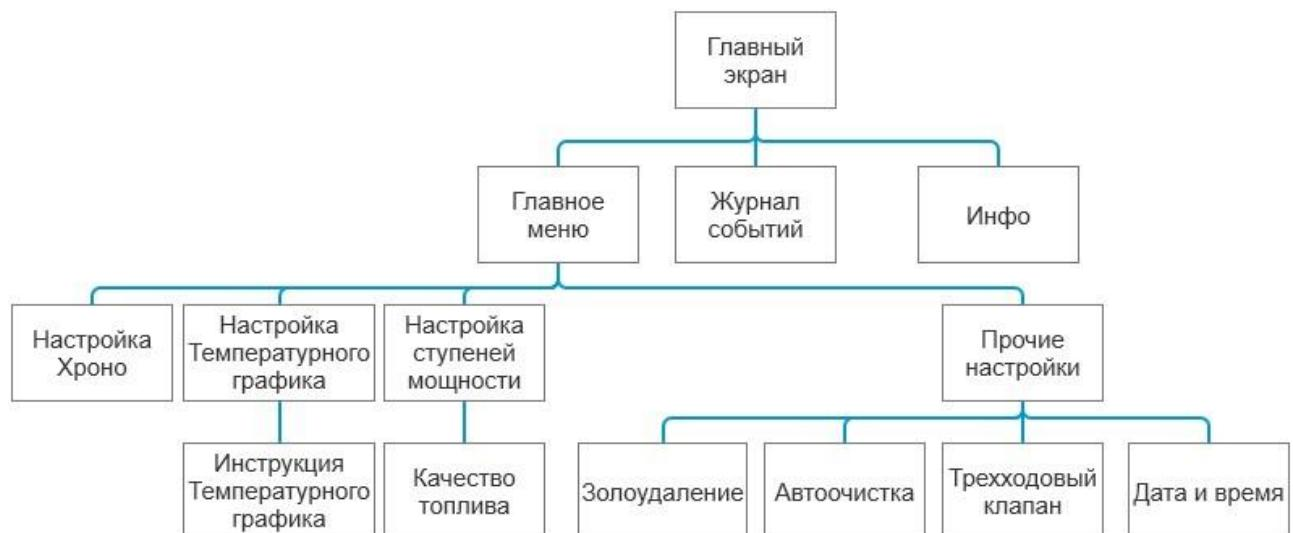

Рис. 33
Интерфейс оператора реализован в виде экранов. Структура экранов показана на рис.33.
- Иконка авария – активна при возникновении аварийной ситуации; на рис. 33 не показана;